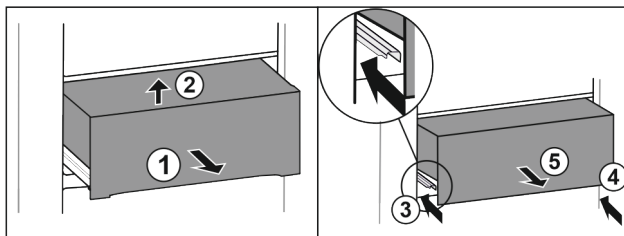

Fig. 40*
- ▶ Schubfach halb herausziehen Fig. 40 (1).*
- ▶ Vorne anheben Fig. 40 (2).*
- ▶ Linke Schiene einschieben Fig. 40 (3).*
- ▶ Rechte Schiene einschieben Fig. 40 (4).*
- ▶ Schubfach nach vorne entnehmen Fig. 40 (5).*